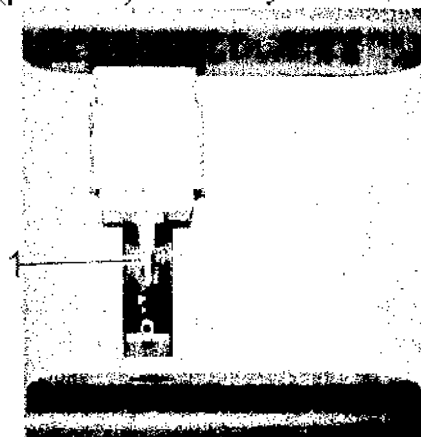

Рис. 38: Вытирание термисторного зонда
13. Вытереть термисторный зонд (рис. 38/1) мягким бумажным полотенцем.